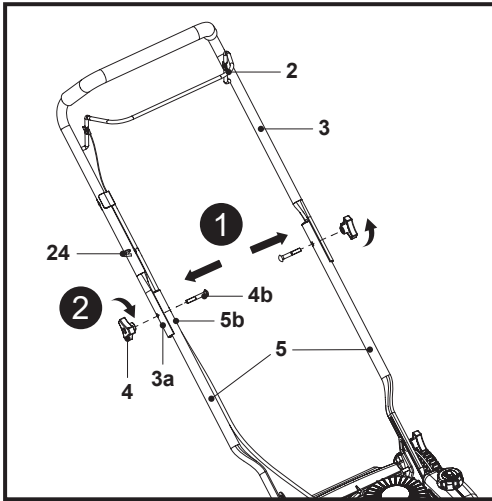
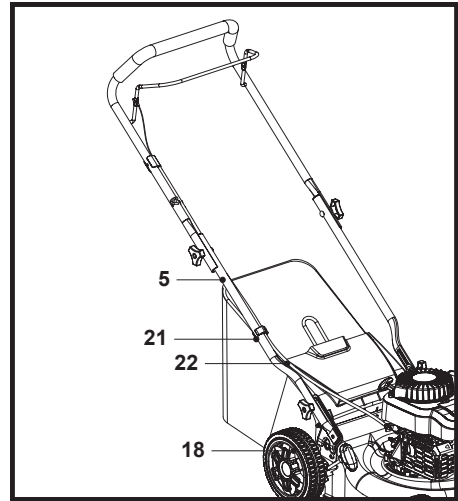

Fig. 2
Fig. 3
1. Aligner les trous de montage du guidon supérieur (3) et des guidons inférieurs (5). S'assurer que le guidon supérieur (3) est positionné avec le levier de frein (2) orienté vers le haut.
2. Faire passer un boulon de fixation (M8 x 43) (4b) dans les trous de montage (3a, 5b) du guidon inférieur (5) et du guidon supérieur (3) jusqu'en butée, puis fixer le bouton de verrouillage (4) (Fig. 2, étape 1).
3. Fixer le guidon en vissant le bouton de verrouillage (4) dans le sens horaire sur le filetage du boulon de fixation (M8 x 43) (4b) (Fig. 2, étape 2).
4. Répéter ces étapes de l'autre côté du guidon supérieur (3).
5. S'assurer que le crochet préassemblé pour la poignée du lanceur (24) repose sur le côté droit (vu depuis la position de l'opérateur).
6. Fixer le câble de frein (22) de sorte que le serre-câble (21) se trouve sur le côté droit du guidon inférieur (5) (vu depuis le poste de conduite) (Fig. 3).